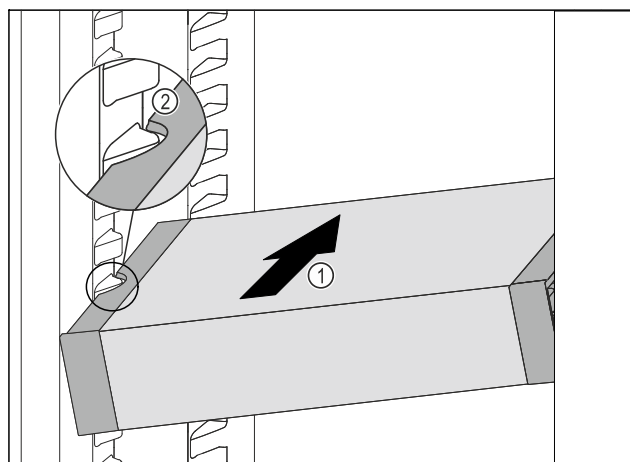

Fig. 114
- Skub VarioSafe skråt ind i kølesektionen, Fig. 114 (1) indtil udspæringerne i siden Fig. 114 (2) på VarioSafe er på niveau med beholderribben i kølesektionen.